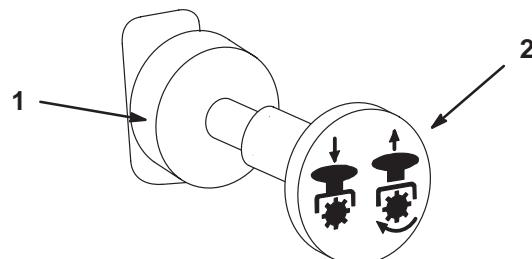

Figure 12
3. Tirer le bouton de prise de force (PdF) vers soi pour embrayer la prise de force (Fig. 12).
1. Pour débrayer la prise de force, pousser le bouton de PdF en position débrayée (Fig. 12).